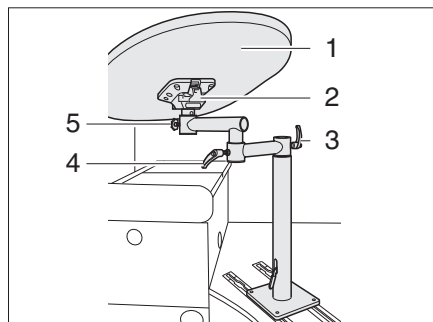

Fig. 40 Tavolo orientabile
- Inserire il piano del tavolo nell'alloggiamento e bloccare con la vite a testa cilindrica zigrinata (Fig. 40,5).
- Fissare il piano del tavolo con le viti a levetta (Fig. 40,3 e 4).
- Svitare le viti a levetta (Fig. 40,3 e 4).
- Ruotare il piano del tavolo (Fig. 40,1) nella posizione desiderata.
- Riserrare a fondo le viti a levetta (Fig. 40,3 e 4).
- Svitare la vite a testa cilindrica zigrinata (Fig. 40,5).
- Estrarre il piano del tavolo dall'alloggiamento (Fig. 40,1).
- Tirare verso l'alto la sicura del piano del tavolo (Fig. 40,2) e portare il piano del tavolo (Fig. 40,1) in posizione verticale.